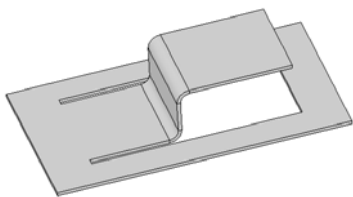

图 7-54 生成转折特征
3) 取消勾选“使用默认半径”, 输入半径值 5mm。在“转折等距”栏中输入等距距离为 30mm。选择尺寸位置栏中的“外部等距”选项, 并且选择“固定投影长度”。在转折位置栏中选择“折弯中心线”选项, 其他选项采用默认设置, 单击“确定”按钮, 生成转折特征, 如图 7-54 所示。